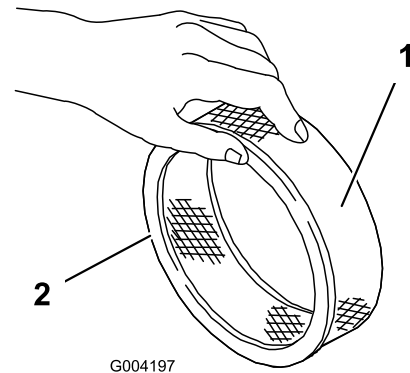

Figura 16
5. Inspeccione el elemento de papel por si estuviera roto, tuviera una película aceitosa o la junta de goma estuviera dañada (Figura 16).
1. Deslice cuidadosamente el prefiltro de gomaespuma sobre el elemento de papel (Figura 16).